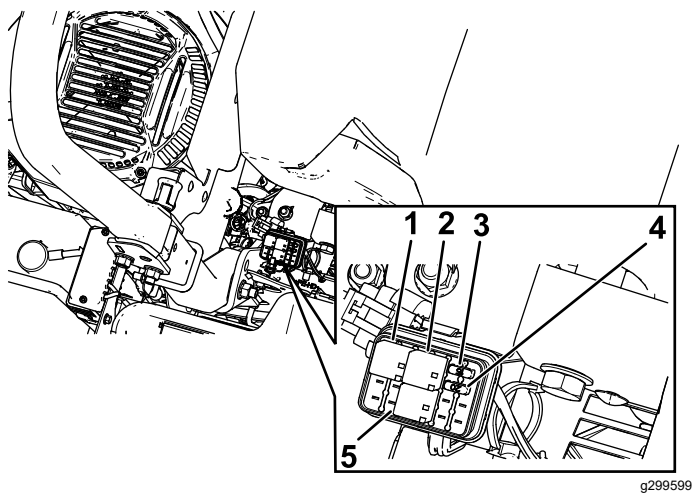

Figure 54
- Remplacez le fusible (Figure 54).